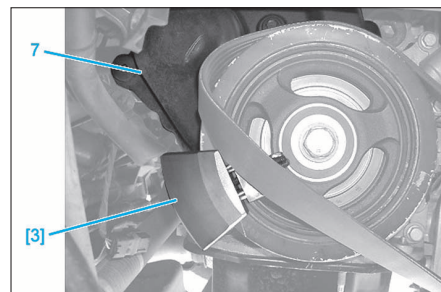

FIG. 12
- Tourner jusqu'à enlever la courroie. Toutefois, prendre garde à ne pas toucher le carter de distribution (7) (Fig.12).